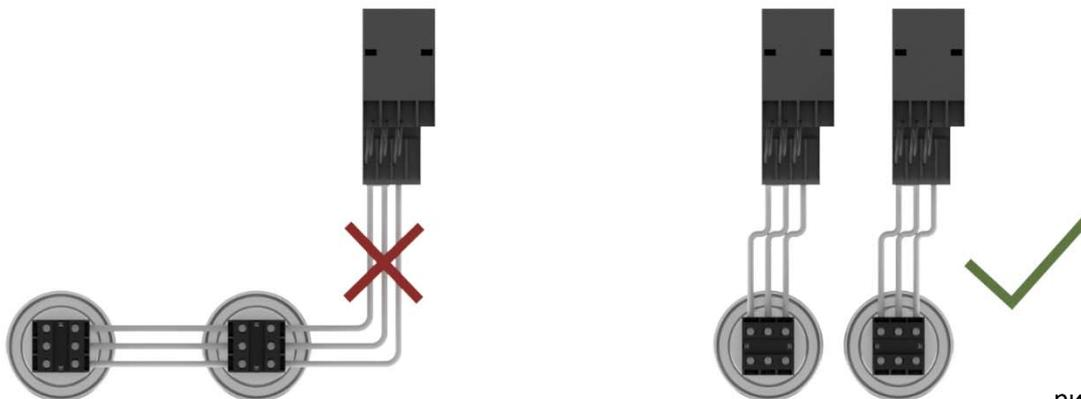

рис.1
- Во избежание перегрева клеммной колодки и выхода её из строя, запрещается параллельное соединение нескольких конденсаторов так, как показано на рис. 1.